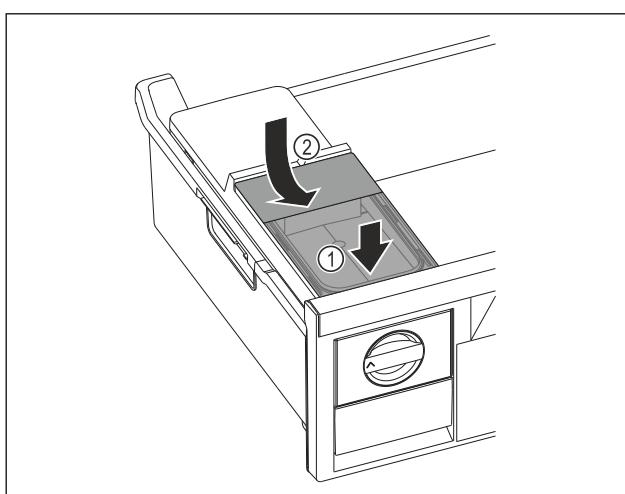

Fig. 110
- Așezați în față rezervorul de apă. Fig. 110 (1)
- Coborâți în spate rezervorul de apă. Fig. 110 (2)